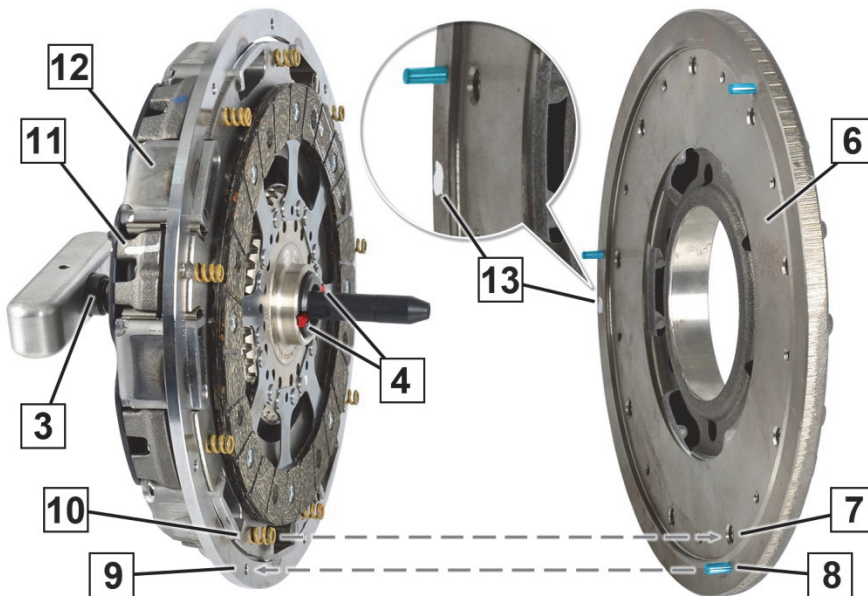

Fig. 4: Utrette komponenter før montering
6. Utrett dobbeltskivekoplingen (12) på DMS (6) (fig. 4):
- Markeringene (11) på dobbeltskivekoplingen og markeringen (13) på DMS må ha 180° forskyvning.
- Styretappene (8) må gå i plan med de tilsvarende borehullene (9).
- Skrufjærene (10) må gå i plan med de tilsvarende borehullene (7).